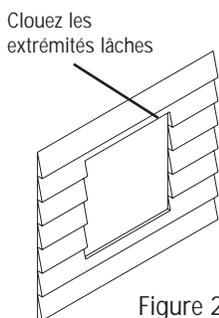

Figure 2
- Sur le parement du mur extérieur, dessinez un carré de 14-1/2 po x 14-1/2 po, en gardant bien le petit trou (percez à l'étape 3) au centre. (fig 2)